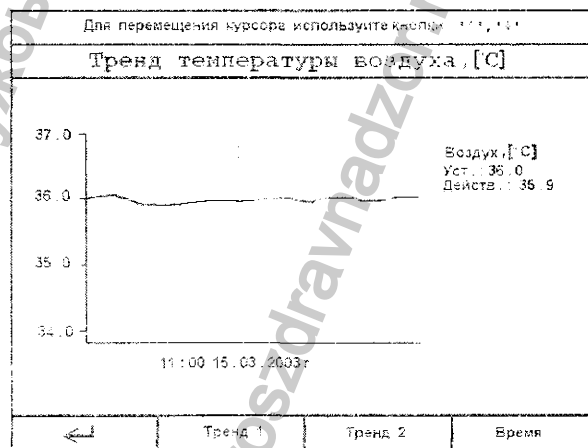

Рисунок 2.4.22 – Режим анализа тренда
- нажать кнопку «Ok» для фиксирования выбранной величины и перехода в режим показа тренда (см. рисунок 2.4.22).
**Примечание** – Если в режиме выбора времени тренда в течение 1 мин не будет произведено каких-либо действий, то система автоматически уходит в режим показа тренда (см. рисунок 2.4.22).